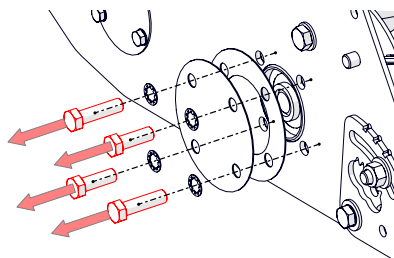
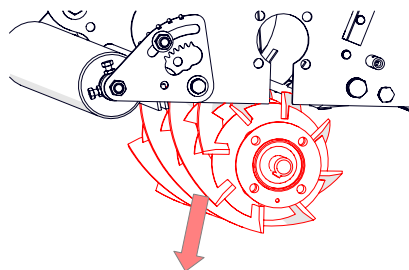

Fig. 18I - Rimuovere i bulloni di fissaggio del cilindro dal lato destro
Fig. 18J - Rimuovere il cilindro dalla macchina
10. Rimuovere i 4 bulloni esagonali M12 (Fig. 18I) che fissano il cilindro sul lato destro. Abbassare con cautela il cilindro e allontanarlo dalla macchina (Fig. 18J)